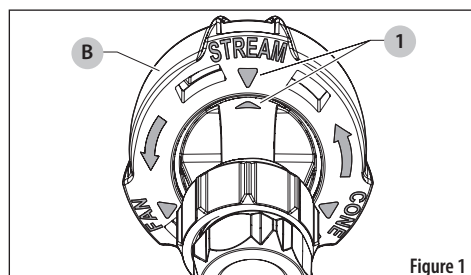

Figure 1
1. Faites tourner la buse 3-en-1 (B) jusqu'à la position de la buse souhaitée.
2. L'extrémité de la buse tombera en place lorsque les indicateurs de flèche (1) seront alignés. Voir Figure 1.